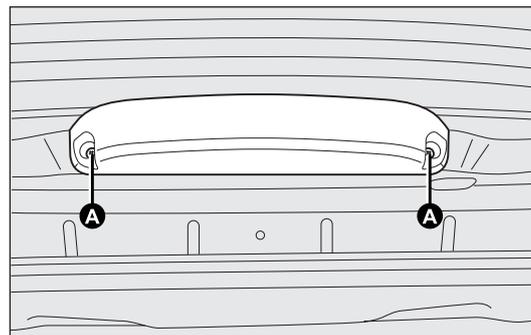

fig. 158
- para versiones con portón, afloje los dos tornillos de fijación A-fig. 158 y extraiga el grupo;